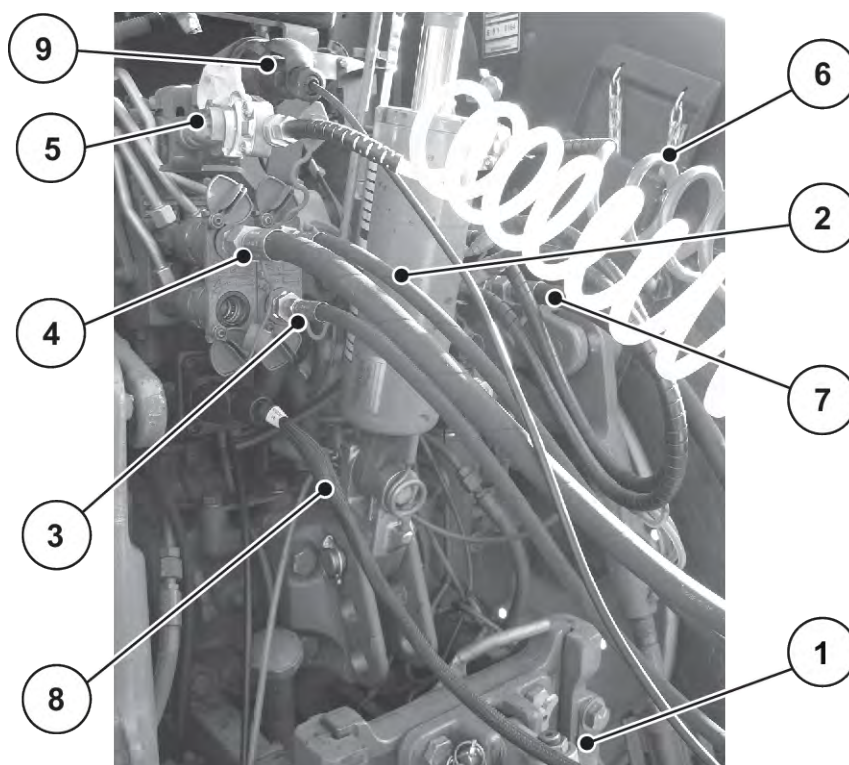

Fig. 26: Tilslutningsrækkefølge af maskinledningerne på traktor
Se Fig. 26
- ▶ Overhold tilslutningsrækkefølgen: Se *Fig. 26 Tilslutningsrækkefølge af maskinledningerne på traktor*
- ▷ Se *Fig. 26 Tilslutningsrækkefølge af maskinledningerne på traktor*.